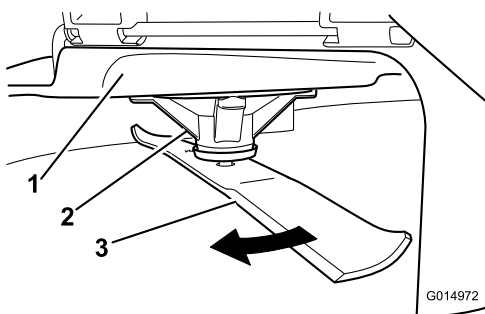

Figura 64
2. Indossando guanti dalla spessa imbottitura o altre protezioni idonee per le mani, ruotate lentamente la lama in una posizione che consenta di misurare la distanza tra il bordo di taglio e la superficie piana su cui si trova la macchina (Figura 64).